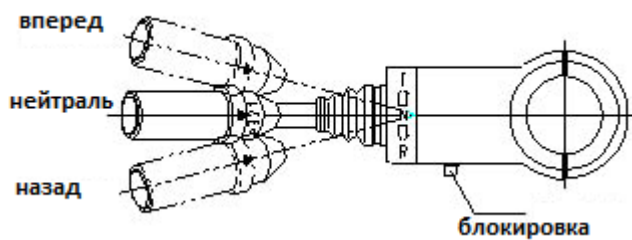

Рисунок 1-8 Положение рычага КПП
1.5.2.2 Порядок переключения передач (Рисунок 1-8)